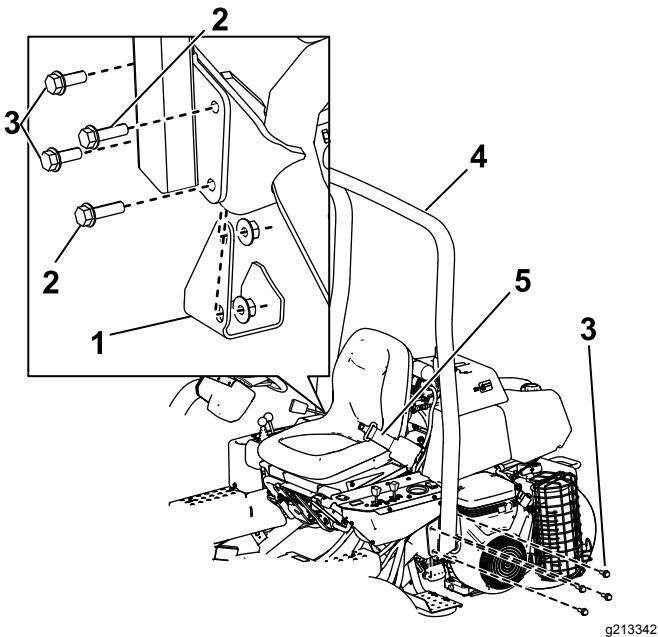

Bild 6
2. Senken Sie den Überrollbügel (Bild 6) auf die Befestigungshalterungen ab. Fluchten Sie die Befestigungslöcher aus.
3. Befestigen Sie die linke Seite des Überrollbügels mit vier Schrauben (½" x 1½") und Sicherungsmuttern an der Befestigungshalterung (Bild 6).
5. Befestigen Sie die rechte Seite des Überrollbügels und das vorher entfernte Steckpolster mit zwei Schrauben (½" x 1½"), zwei Schrauben (½" x 1¼") und Sicherungsmuttern an der Befestigungshalterung, wie in Bild 6 abgebildet.